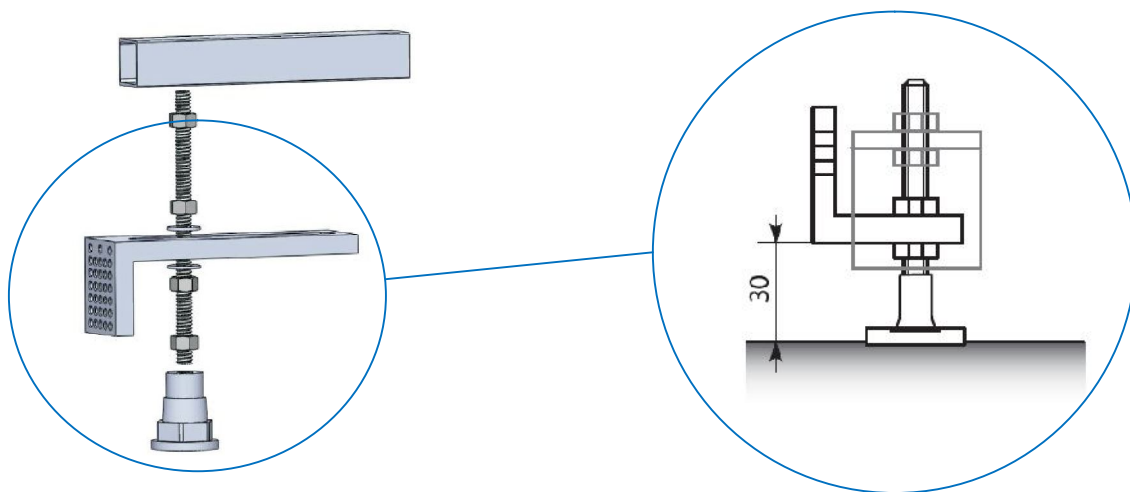

Рис.6
1. Закрепите нижние фиксаторы панели (кронштейны) на шпильках опорных ножек как показано на рис.6. Нижняя кромка кронштейна должна отстоять от пола на 30 мм.